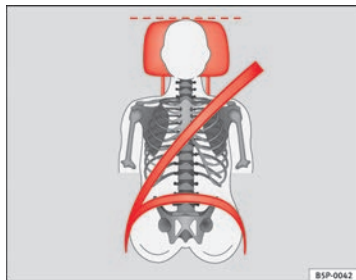

Abb. 12 Richtiger Gurtbandverlauf und richtige Kopfstützeinstellung von vorne betrachtet
- Das Schultergurteil des Sicherheitsgurtes muss über die Schultermitte und niemals über den Hals verlaufen. Der Sicherheitsgurt muss flach und fest am Oberkörper anliegen ⇒ **Abb. 12**.